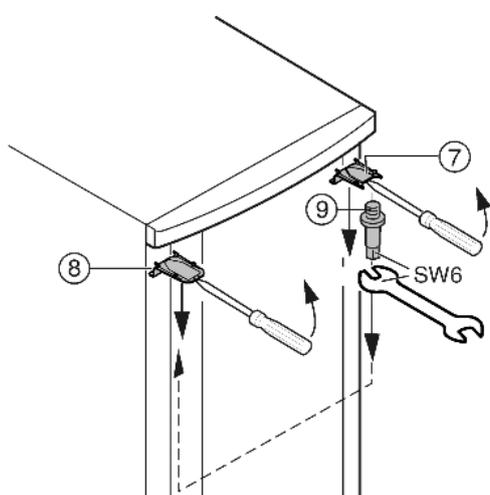

Fig. 6
- Faire déclipeter le cache *Fig. 6 (7)* en haut et le cache *Fig. 6 (8)* avec un tournevis devant et l'enlever diagonalement vers le bas.
- Dévisser le pivot d'appui *Fig. 6 (9)* et le visser du côté opposé (**avec 4 Nm**).
- Remonter le cache *Fig. 6 (7)* du côté du pivot d'appui : l'insérer par l'arrière et l'encliquer sur l'avant.
- Monter le cache *Fig. 6 (8)* sur le côté opposé: l'insérer par l'arrière et l'encliquer sur l'avant.
- Accrocher la porte dans le pivot d'appui *Fig. 6 (9)* supérieur.